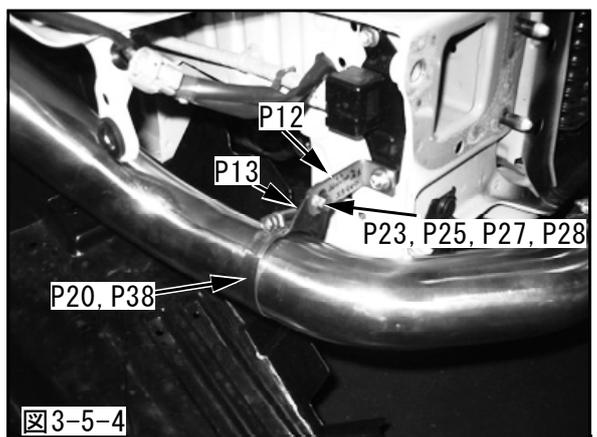

図3-5-4
- (5) アウトレットパイプNo.1を車両に固定してください。(図3-5-4)
- (6) 各部のインタークーラパイプと車両とのクリアランスを確認し、必要であればスポンジを使用して干渉を防いでください。